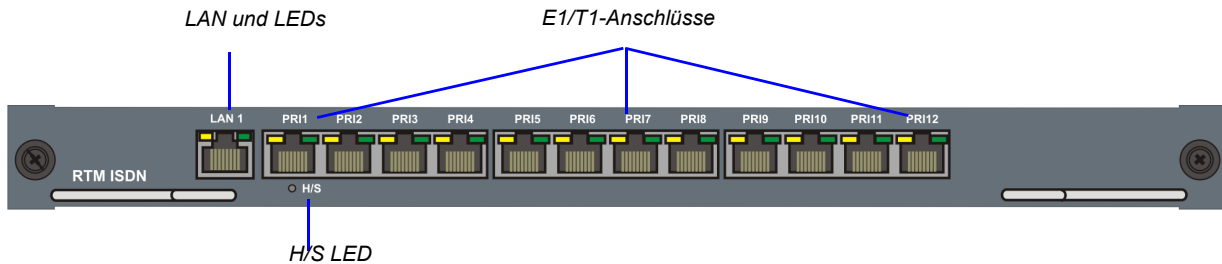

Abbildung 1-3 RMX 2000RTM ISDN-Rückplatte
- 7 E1- oder 9 T1 PRI-Leitungen, die auf einen beliebigen der 12 Anschlüsse gesteckt werden können, wie in Abbildung 1-3 gezeigt